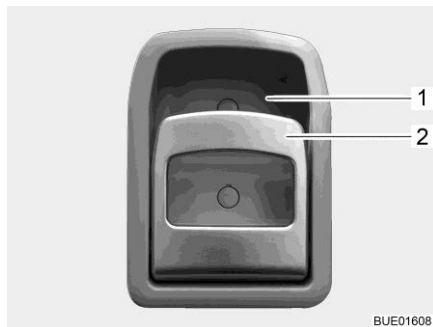

Fig. 64 Serratura della porta (porta di ingresso, lato interno)
- Apertura:** ■ Tirare la maniglia (Fig. 64,2). La serratura della porta si sblocca o apre.
- Bloccaggio:** ■ Premere la maniglia (Fig. 64,2) in alto verso l'impugnatura (Fig. 64,1). La serratura della porta si blocca.